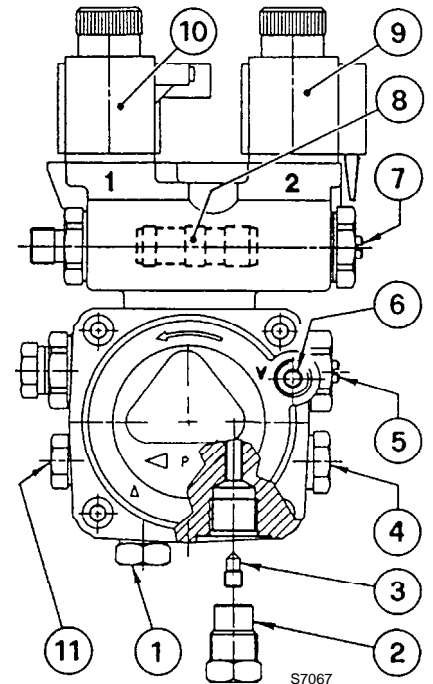

Fig. 8
- La pompe est prévue pour un fonctionnement en bitube. Pour le fonctionnement en mono-tube, il faut dévisser l'écrou de retour (2), enlever la vis de by-pass (3) et ensuite revisser l'écrou (2), (voir fig. 8).
Dans l'installation en fig. 7, il faut desserrer le raccord du vacuomètre (6, fig. 8) jusqu'à la sortie du combustible.